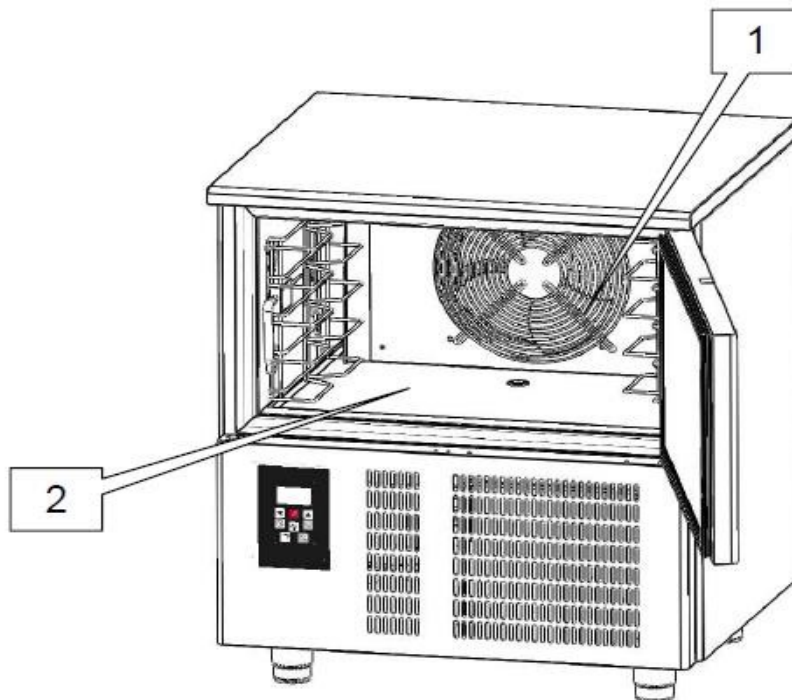

Fig.4
- med felaktig eller blockerade luftkanaler (ref. 1 fig. 4);
- när maten som bearbetas placeras felaktigt mot ventilations galler (ref. 1 fig. 4), ventilations kanaler, eller direkt på botten av kammaren (ref. 2 fig. 4).